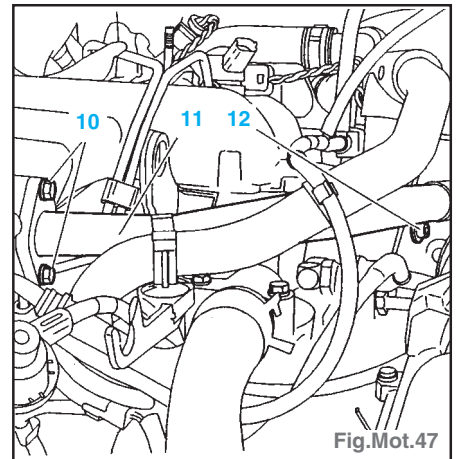

Fig.Mot.47
- Desserrer les colliers (3 et 4), désaccoupler et écarter les conduits (1 et 2), déposer la vis (6), desserrer la vis (9) et écarter le boîtier d'admission d'air (5).
- Déposer les vis (10 et 12) et écarter le tube (11) (Fig.Mot.47).